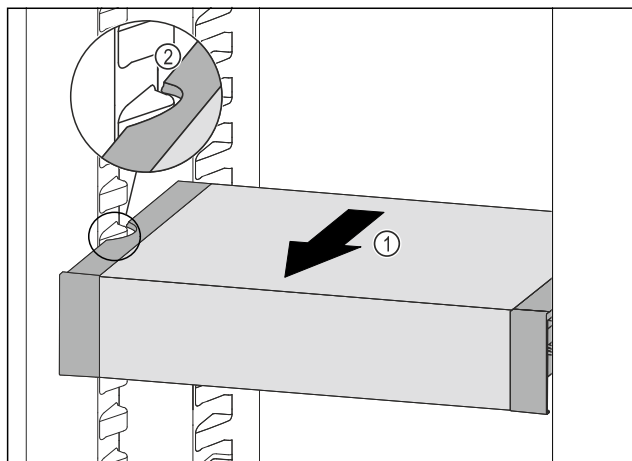

Fig. 179
- Tërhiqni VarioSafe për nga përpara Fig. 179 (1), derisa foletë anësore të VarioSafe të jenë në lartësinë e brinjëve të kutisë në pjesën e ftohjes. Fig. 179 (2)